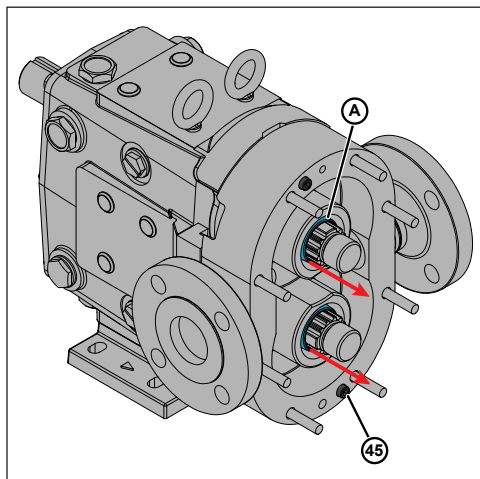

Abbildung 121 - Zylinderschraube montieren
4. Sichern Sie das Gehäuse mit den beiden Zylinderschrauben am Getriebegehäuse (45).
5. Entfernen Sie beide Dornwerkzeuge (A) vom Pumpengehäuse, wie in Abbildung 121 dargestellt.